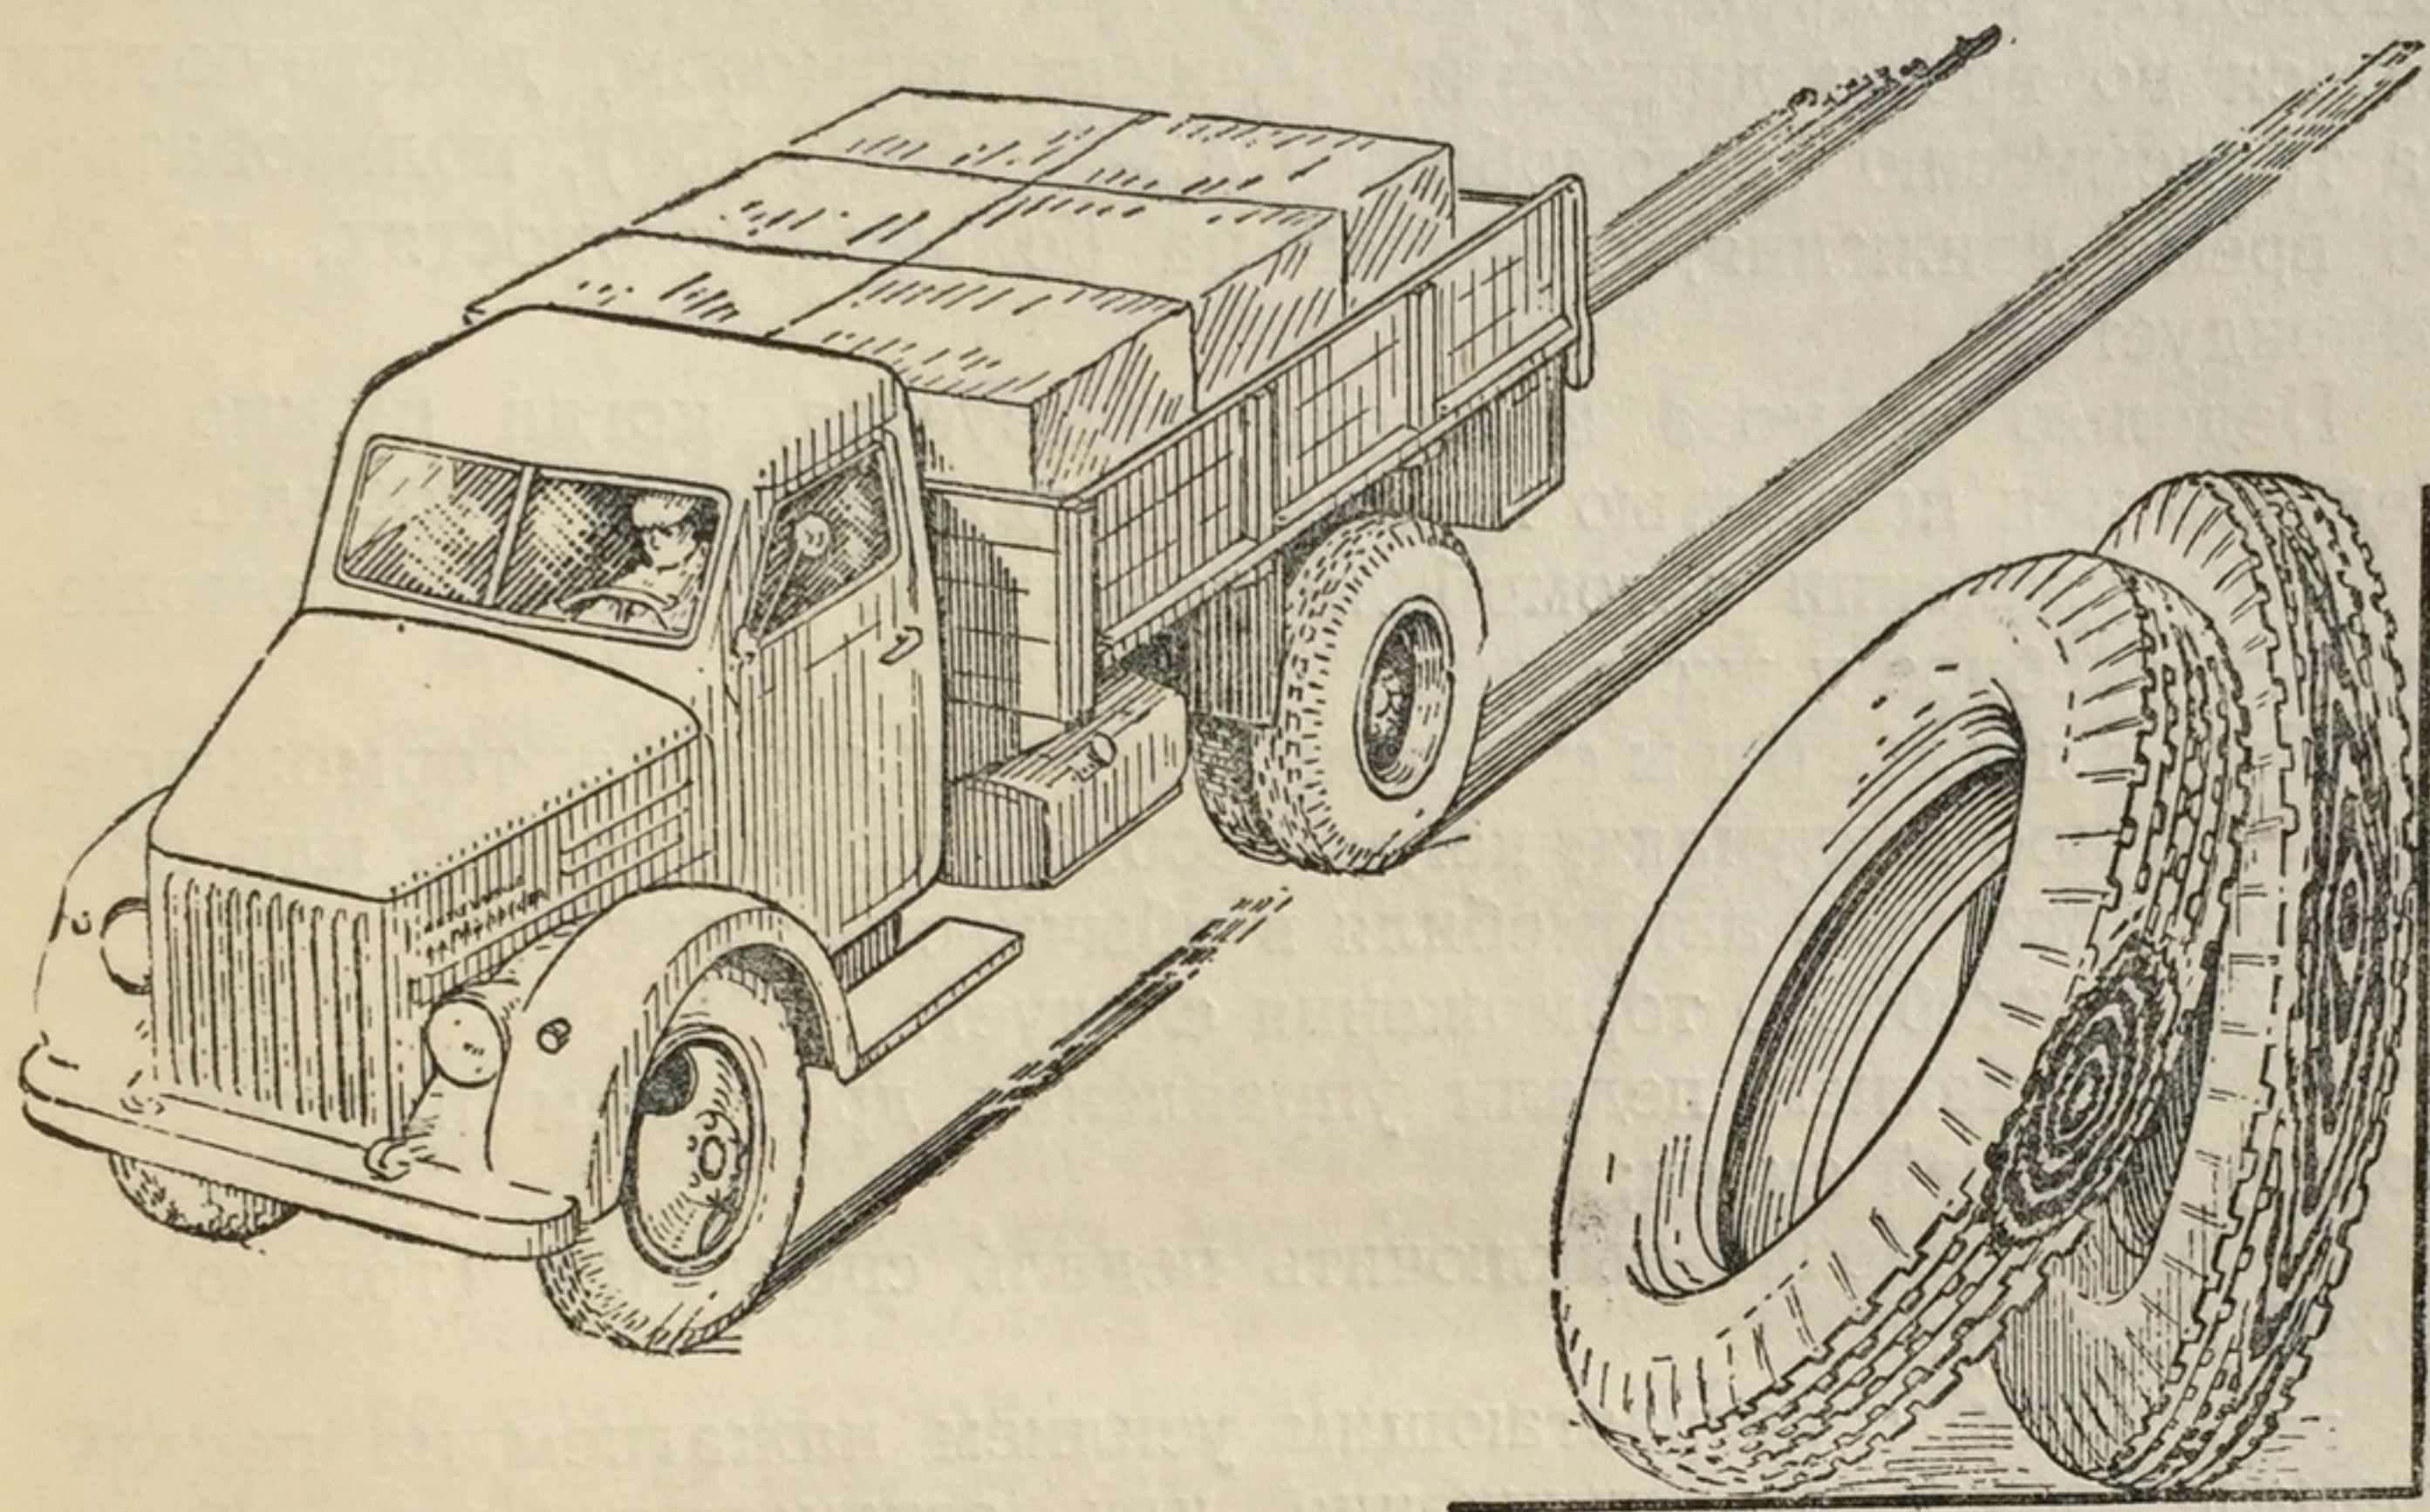

Рис. 21. Следы истирания покрышек на асфальте при резком торможении
3. Торможение вообще, а резкое торможение в особенности быстро изнашивает шины (рис. 21). Увеличение же срока службы шин на колесах автомобилей, как и экономное расходование топлива, является делом общегосударственной важности.